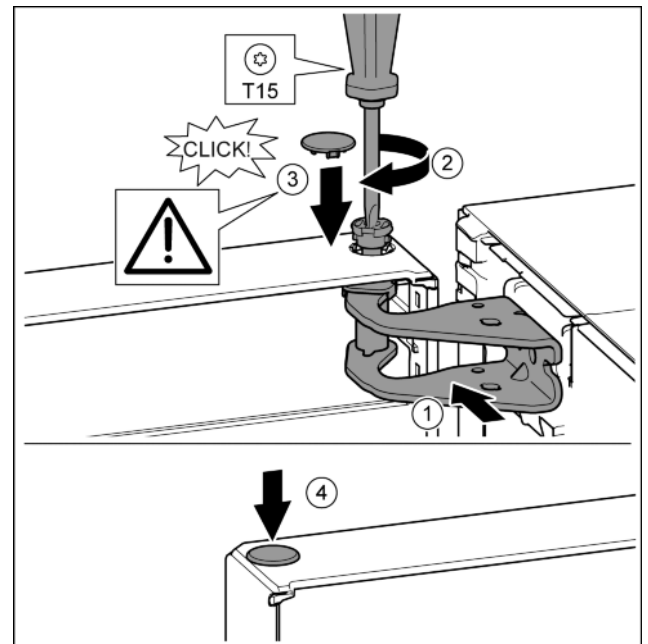

Fig. 15
- ▶ Allineare la porta in alto all'apertura nel blocco di supporto. Fig. 15 (1)
- ▶ Inserire i perni e stringere con il cacciavite T15. Fig. 15 (2)
- ▶ Montare la copertura di sicurezza a protezione della porta: inserire la copertura di sicurezza e controllare se appoggia sulla porta. Altrimenti inserire completamente il perno. Fig. 15 (3)
- ▶ Inserire i tappi. Fig. 15 (4)